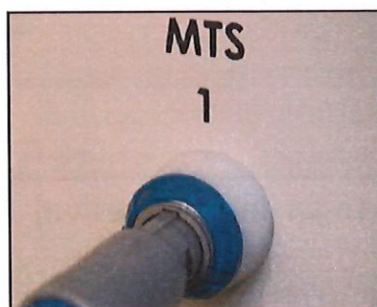

Figura 10. Conexión de MTS
12. Al utilizar los MTS, prepare el número de sensores deseado para la prueba. El sistema de crioablación Visual-ICE admite el uso de cuatro sensores térmicos. Conecte cada uno de ellos a un puerto de conexión de MTS; para ello, empuje para introducir el conector en el puerto. Asegúrese de que la lengüeta rectangular del conector del MTS queda alineada con la ranura de la parte superior del puerto de conexión para que el MTS quede introducido correctamente (figura 10).